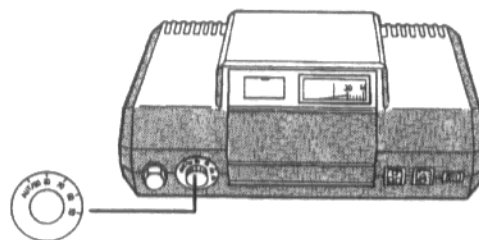

Fig. 1
- Quite el botón de ajuste (Fig. 1).